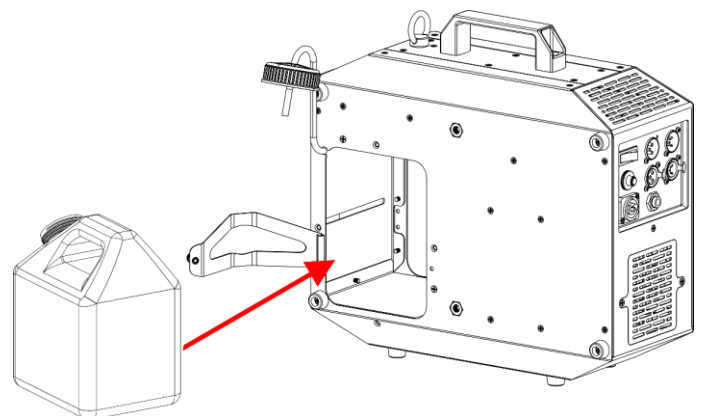

Fig. 21
- 16) Vuelva a colocar el **depósito de líquido (02)** en el dispositivo, como se muestra en la Fig. 21.